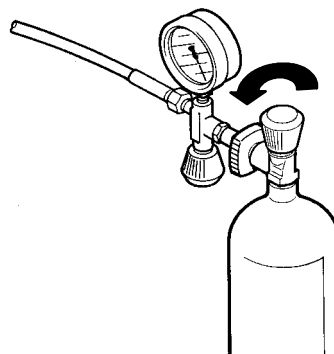

Рис. 23 Подсоединение баллонов сжатого воздуха
- Подсоедините баллон сжатого воздуха к разъёму для баллонов (см. Рис. 23).